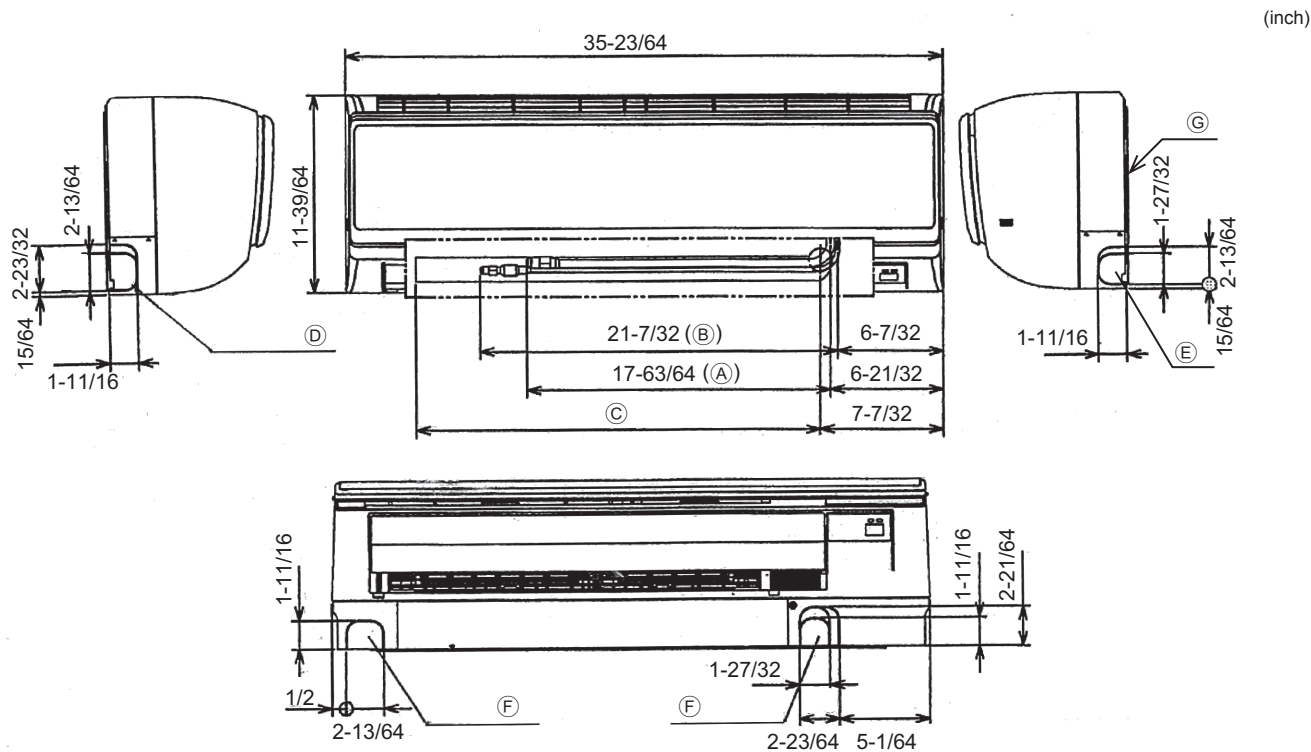

Fig. 4-2
4.3. Mise en place des tuyaux de réfrigérant et d'écoulement (Fig. 4-2)
- (A) Conduit de gaz * Indique la condition les accessoires montés.
- (B) Conduit de liquide
- (C) Tuyau d'écoulement (longueur efficace : 15-3/4)
- (D) Orifice de la rondelle du tuyau gauche
- (E) Orifice de la rondelle du tuyau droit
- (F) Orifice de la rondelle du tuyau inférieur
- (G) Plaque d'installation